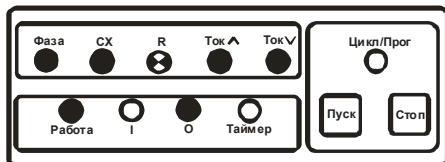

Рис.7
6.1.6 Следующее нажатие кнопки **«ПУСК»** приведет к пульсирующему свечению индикатора **«R»**, что означает просмотр младшей страницы таймера продолжительности работы (п. 3.21), величина задания времени в младшей странице (рис.7) составляет 10 минут (свечение индикатора **«I»** соответствует двум минутам, а индикатор **«ТАЙМЕР»** соответствует восьми минутам):